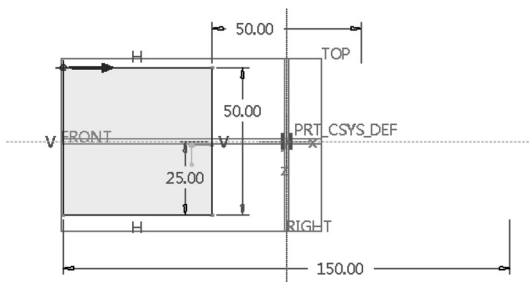

图 4-91 绘制截面 1 (含一条几何中心线)
5) 绘制第一个截面。根据需要,可在“基准”组中单击  (中心线) 按钮来创建一条将定义旋转轴的几何中心线。在本例中,绘制的第一个截面如图 4-91 所示(包含一条几何中心线),然后单击  (确定) 按钮。